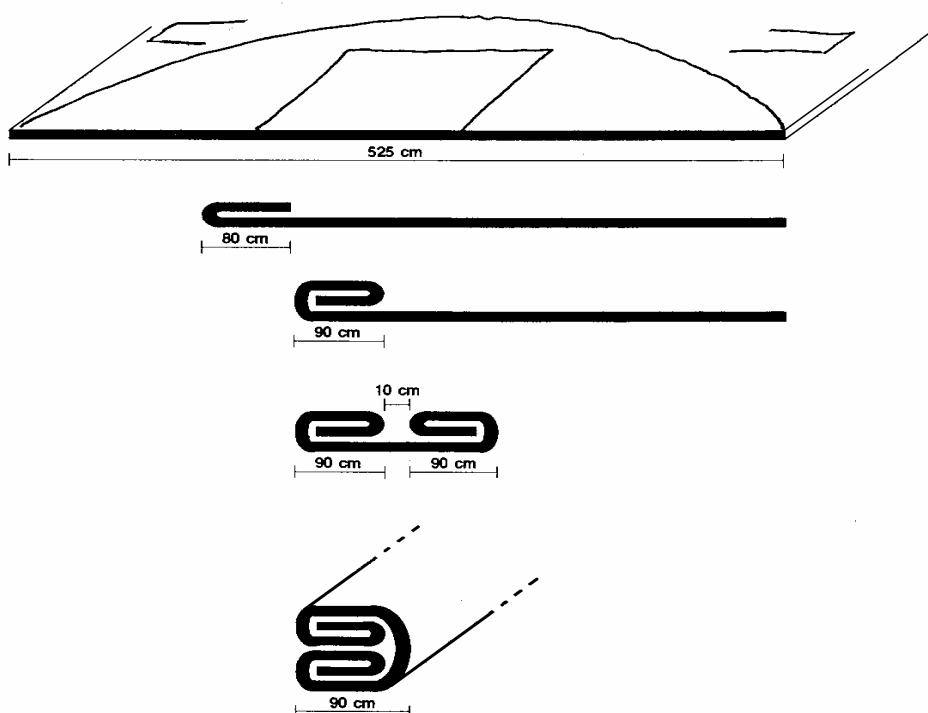

Figura 4.1. Fase di piegatura del lato frontale.
- N. Ripetere l'operazione anche per l'altro lato lungo della tenda. Se l'operazione e stata ben eseguita deve rimanere una spazio tra le due pieghe di circa 10 cm; quindi sovrapporre le due parti in modo da formare una striscia di circa 90 cm e lunga quanto tutta la tenda; lo schema di piegatura è riportato in figura 4.1.